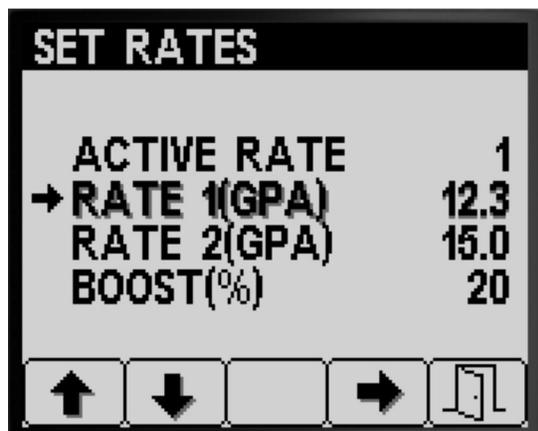

图 6
- 按 1 号或 2 号按钮导航至 RATE 1 喷洒率 1 或 RATE 2 喷洒率 2 选项 图 6。
- 按 4 号按钮选择打药机 RATE 喷洒率 选项 图 6。